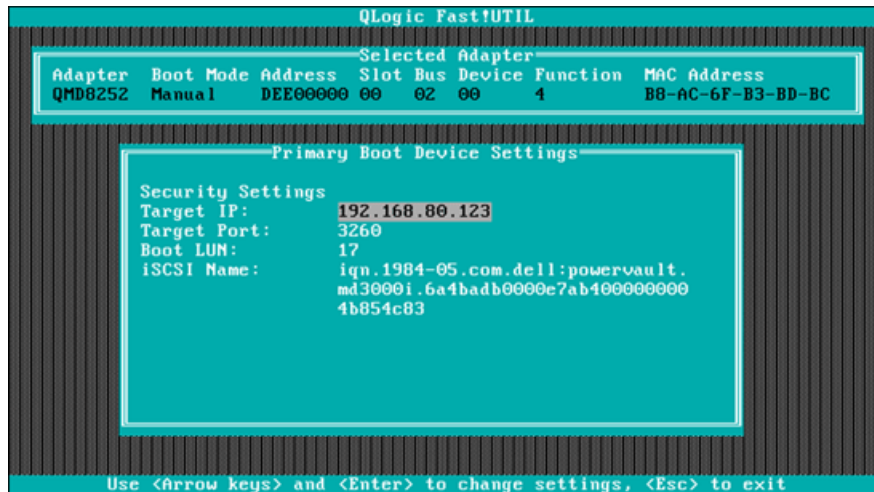

Abbildung 5-26. Fast!UTIL: Fenster mit Einstellungen für das primäre Startgerät
8. Legen Sie im Fenster Primary Boot Device Settings (Einstellungen für das primäre Startgerät) (siehe Abbildung 5-26) die Zielparameter fest.